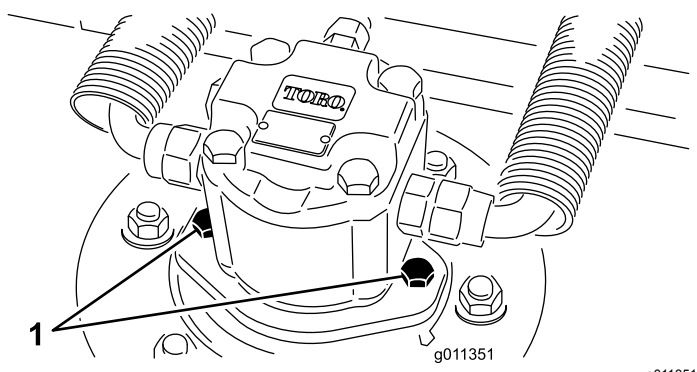

Figura 81
2. Scollegate e staccate il motore idraulico dal piatto di taglio (Figura 81). Coprite la parte superiore del mandrino per impedire che venga contaminato.
4. Montate il motore idraulico sul piatto di taglio (Figura 81). Verificate che l'O-ring sia in sede e non sia danneggiato.